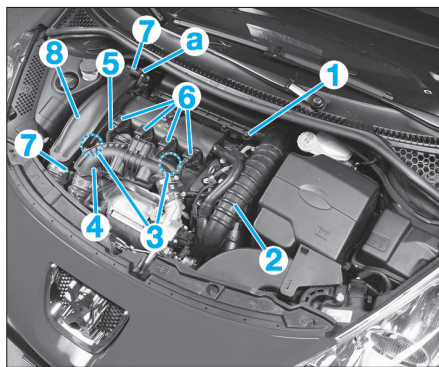

Fig. 1
- l'ensemble filtre à air (1) (Fig.1),
- le raccord d'alimentation d'air (2),
- les 2 vis de fixation (3) du résonateur,
- le résonateur (4),
- le faisceau d'alimentation (5) des bobines d'allumage.